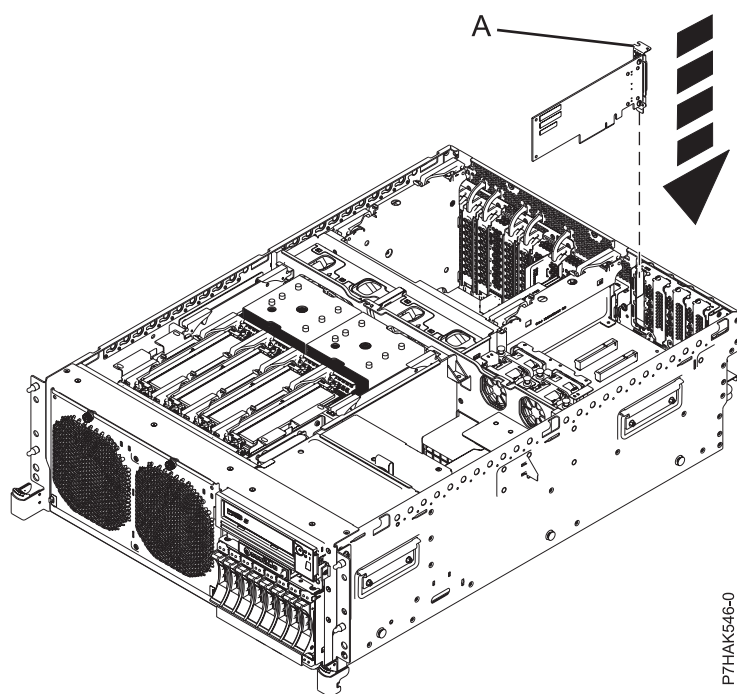
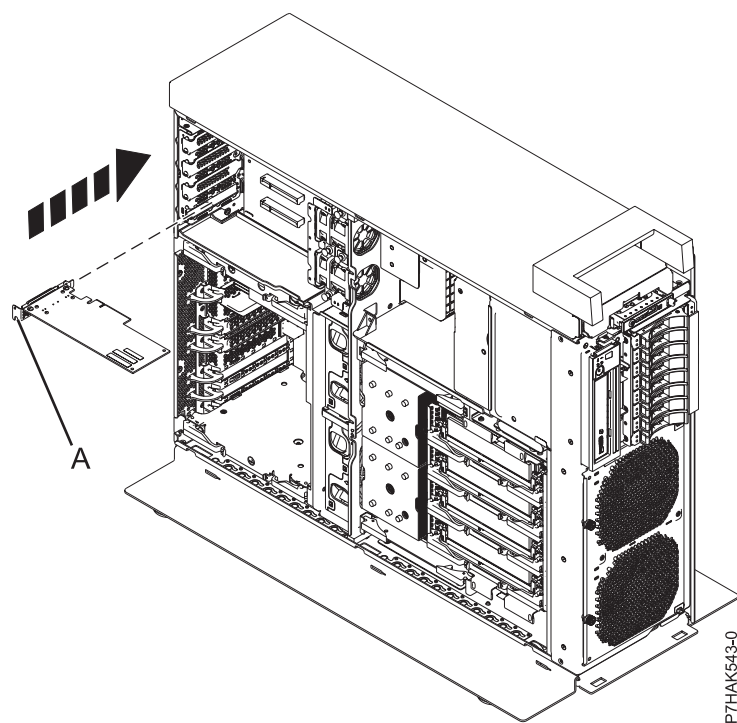

Figura 14. Sustitución de un adaptador PCI en una tarjeta de expansión de un sistema montado en bastidor
Figura 15. Sustitución de un adaptador PCI en una tarjeta de expansión de un sistema autónomo
17. Si el sistema tiene una tarjeta de expansión, puede presionar el adaptador PCI de perfil bajo para insertarlo en la ranura. Coloque el adaptador en su sitio utilizando como guía la contrapunta (A) del adaptador y luego presione el adaptador para insertarlo en su ranura, tal como se muestra en la Figura 14 en la página 19 y en la Figura 15 en la página 19.